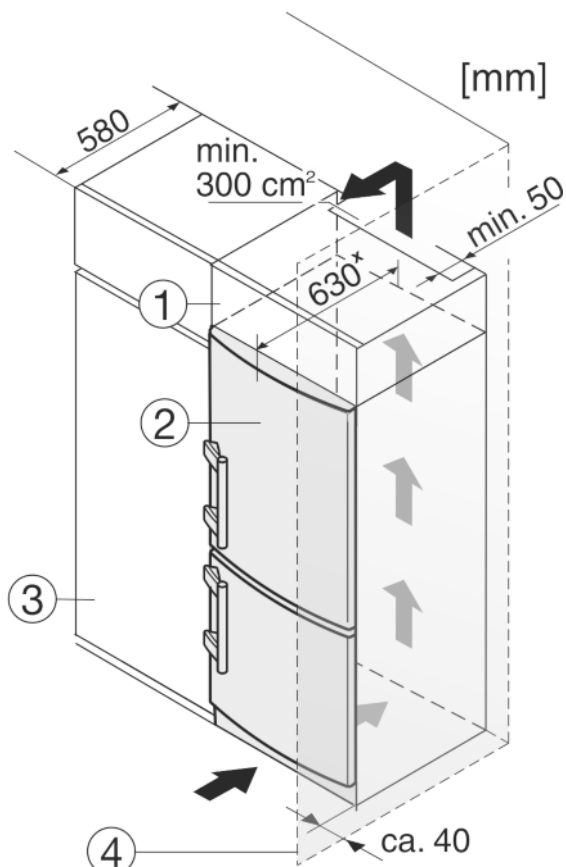

Fig. 9
(1) Élément haut
(2) Appareil
(3) Placard de cuisine
(4) Mur
L'appareil peut être entouré de meubles de cuisine. Pour adapter l'appareil Fig. 9 (2) à la hauteur des placards de la cuisine intégrée, on peut placer un élément haut Fig. 9 (1) au-dessus de l'appareil.
Lors de la transformation avec des placards de cuisine (profondeur max. 580 mm), l'appareil peut être placé directement à côté du placard de cuisine Fig. 9 (3). L'appareil dépasse latéralement de 34 mm* et de 50 mm* au centre de l'appareil par rapport à la face avant du placard de cuisine.
Si l'appareil est installé avec les charnières à côté d'un mur Fig. 9 (4), la distance entre l'appareil et le mur doit être de 40 mm min. Ceci correspond à la saillie de la poignée lorsque la porte est ouverte.